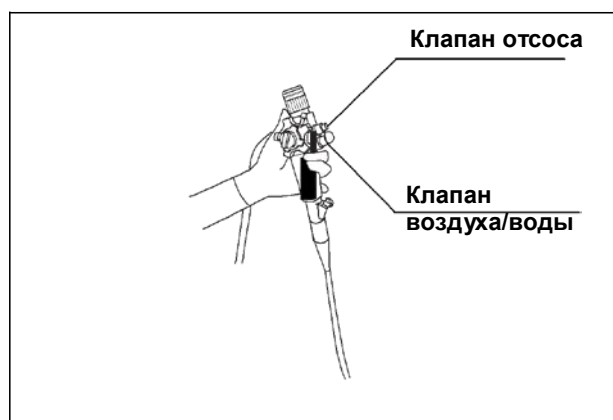

Рис. 4.3
1. Закройте отверстие клапана воздуха/воды, чтобы подать воздух из сопла воздуха/воды на дистальном конце (см.Рис. 4.3).
2. Нажмите клапан воздуха/воды, чтобы подать воду на линзу объектива (Рис.4.3).
Нажмите клапан отсоса, чтобы втянуть излишки жидкости или частицы, перекрывающие эндоскопическое изображение (Рис. 4.3).